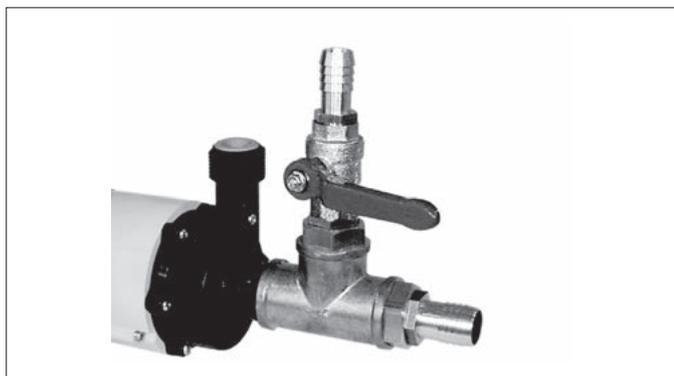

Рис. 22 Штуцер для заполнения
- ▶ Установите штуцер для заполнения на входе / на стороне всасывания насоса холодной воды. См. Рис. 22.